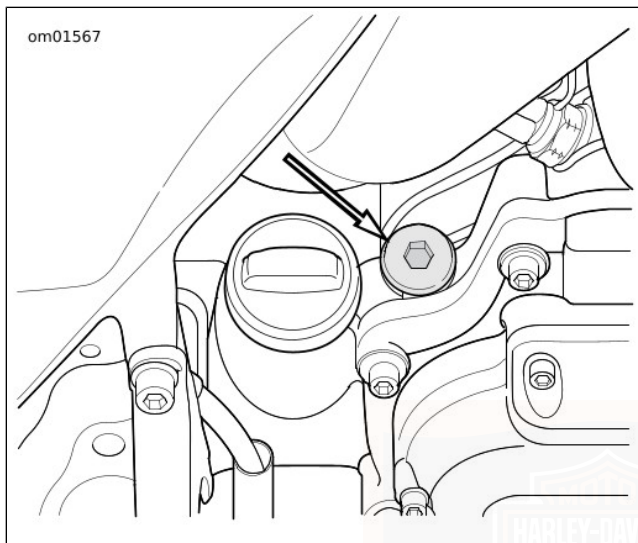

Abbildung 65. Lage des Getriebeeinfüllverschlusstopfens/Ölmesstabs
2. Siehe Abbildung 65. Den Getriebeeinflussverschlussstopfen/Ölmessstab entfernen. Den Ölmessstab sauber wischen.